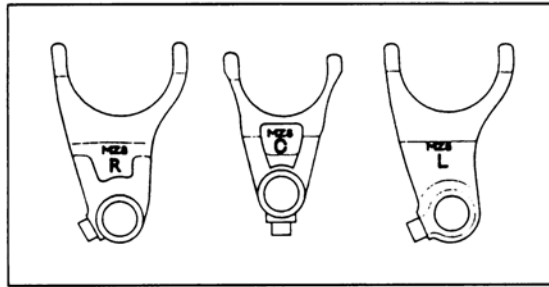

Bild 152a
- Schaltgabeln (Bild 152a) so in Nuten der entsprechenden Zahnräder einsetzen, dass Markierungen nach oben weisen (zur rechten Kurbelgehäusehälfte).